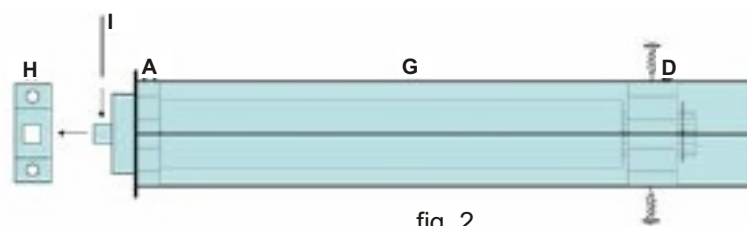

fig. 2
Insert the tubular gearmotor inside the wind-up roll (G), and check that the crown wheel of the limit switch is fully engaged (A) (fig. 2).
Fix the drive wheel (D) of the tubular gearmotor to the wind-up roll with two Parker screws at 180° from each other in order to avoid the axial slip of the gearmotor (fig. 2).
Insert the motor head on the chosen bracket (H) locking it with the split pin (I) (fig. 2).
Introducir el motor dentro del rodillo envolvente (G), asegurandose de que la corona de fines de carrera (A) este enteramente introducida (fig. 2).
Fijar la rueda de arrastre (D) del motor al rodillo envolvente mediante dos tornillos "parker" puestos a 180° el uno de el otro, así que se eviten posibles escurrimiento del motor (fig. 2).
Introducir la cima del motor sobre el soporte elegido (H), bloqueandola mediante el perno (I) (fig. 2).